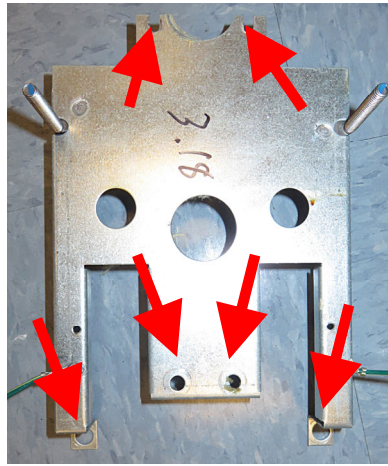

図 27
32. 外側の絶縁リテーナーに取り付けられている $\frac{1}{4}$ インチナットを取り外します。2つの上部ネジ、2つの下部ナット、2つの下部ネジがあります(図27の矢印を参照)。